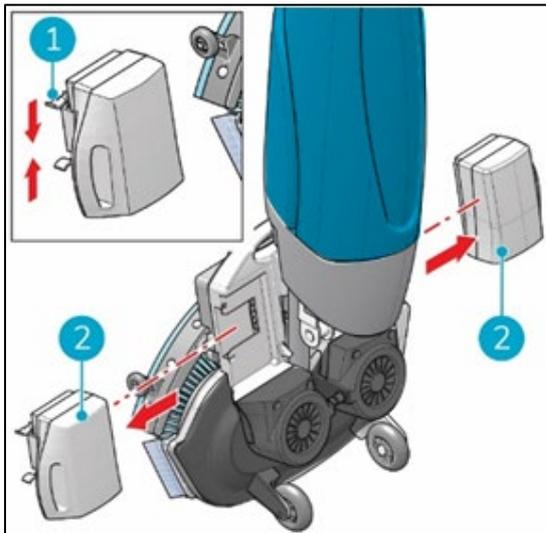

Figure 32
3. Pousser le clip de retenue vers l'intérieur (Figure 32, pos 1). La batterie se soulève de son ancrage, tirez sur la batterie pour l'écarter (Figure 32, pos 2).